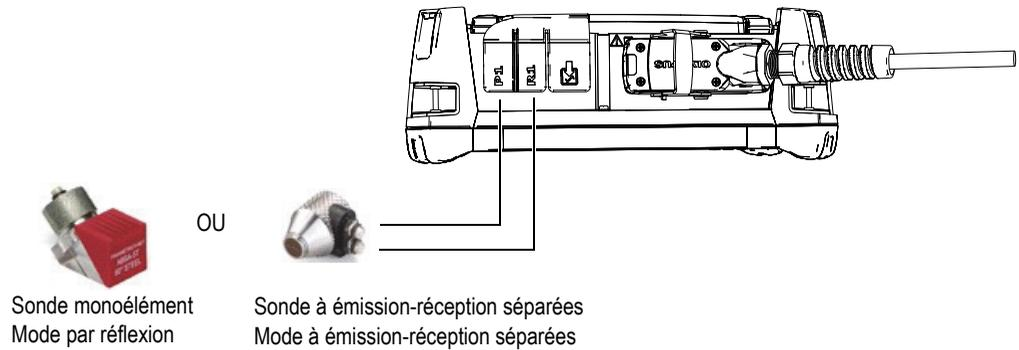

Figure 1-7 Connexion de sonde UT
Le logiciel OmniScan MXU peut combiner les modes de fonctionnement par ultrasons conventionnels (UT) et multiéléments (PA). Selon la configuration de l'appareil, vous pouvez utiliser des sondes UT ou PA. Branchez les sondes UT aux connecteurs UT, tel que montré à la Figure 1-7 à la page 27. Utilisez une sonde à émission-réception séparées pour le mode à émission-réception séparées.